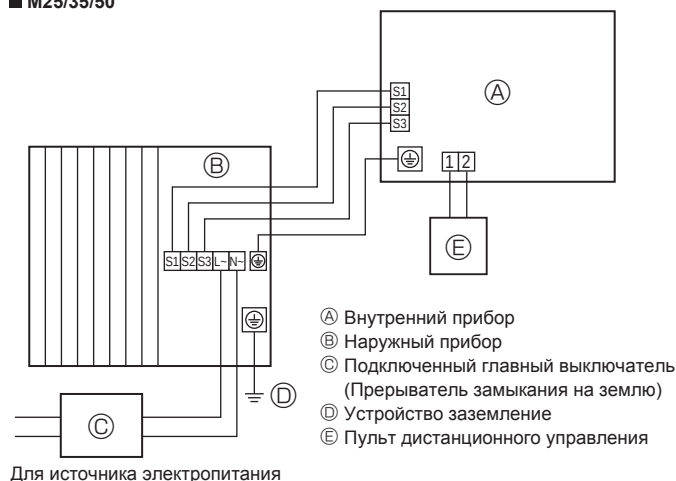
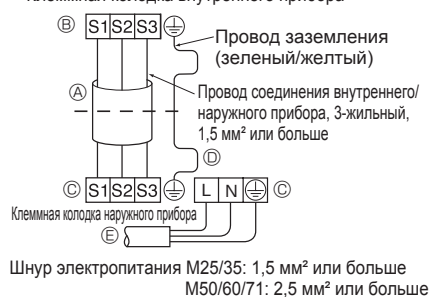
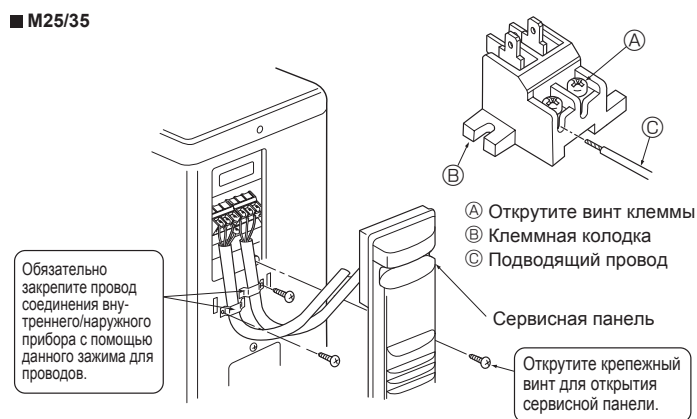

Fig. 6-1
Fig. 6-2
Fig. 6-3
6.1. Наружный прибор (Fig. 6-1, Fig. 6-2, Fig. 6-3, Fig. 6-4)
- ① Снимите сервисную панель.
- ② Проложите кабели в соответствии с Fig. 6-1, Fig. 6-2, Fig. 6-3 и Fig. 6-4.
- Проложите проводку в соответствии со схемой слева внизу. (Приобретите кабель на месте) (Fig. 6-2)